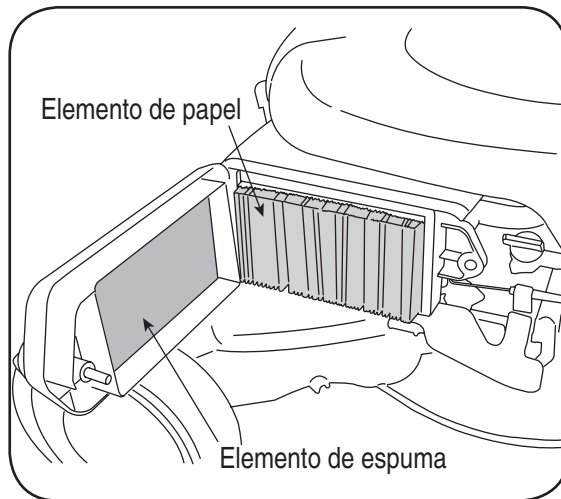

Figura 10-2: Mantenimiento del depurador de aire.
1. Retire el perno de mariposa y la cubierta del depurador de aire. Retire los elementos y sepárelos. Vea la figura 10-2. Inspeccione cuidadosamente ambos elementos en busca de orificios o desgastes y reemplace si están dañados.